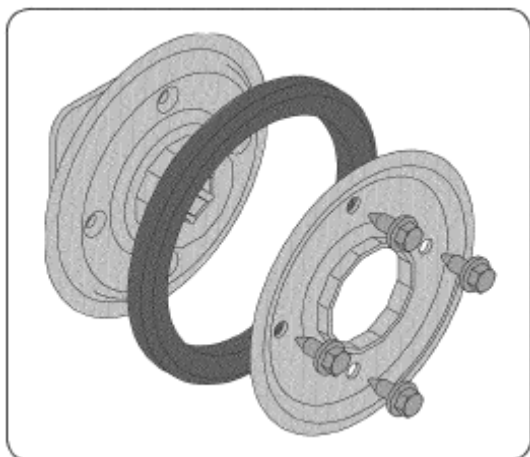

Рисунок 32
1. Отвинтите четыре винта, крепящие пластины фрикционного ролика (смотри рисунок 32).